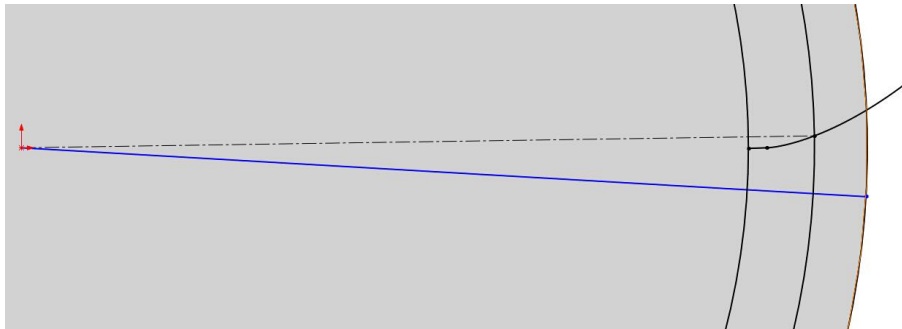

图 3-43 齿形中心线
(3) 用直线工具绘制齿形中心线，直线两端分别为草图原点和齿顶圆上任意一点，如图 3-43 所示。